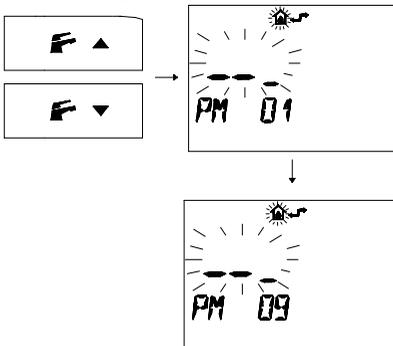

fig. 9.8
- 3 Premere i pulsanti **F**▲ o **F**▼ per visualizzare la programmazione "PM 09" modo spazzacamino (fig. 9.8)